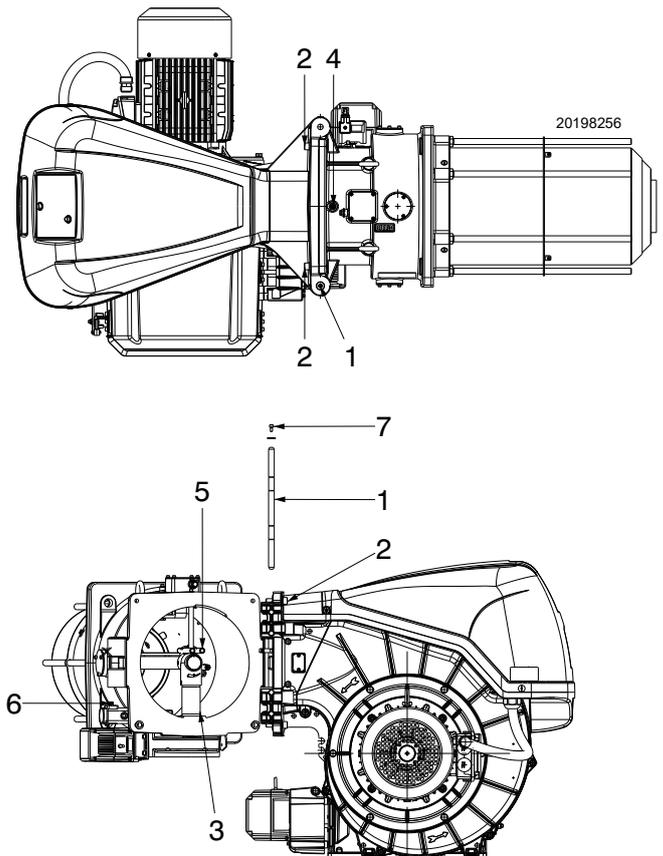

Abb. 14
Der Brenner wird werksseitig für die Öffnung nach links ausgelegt, sodass der Bolzen 1)(Abb. 14) in seinem Sitz gehalten wird.
- A den die Verbindung Stecker/Anschlussbuchse 6)(Abb. 14) des Gas-Höchstdruckwächters trennen;
- D den Brenner, gemäß Abb. 14 vollständig öffnen;
Um den Brenner auf der anderen Seite zu öffnen, vor dem Entfernen des Bolzens 1)(Abb. 14) überprüfen, dass die 4 Schrauben 2) festgezogen sind.